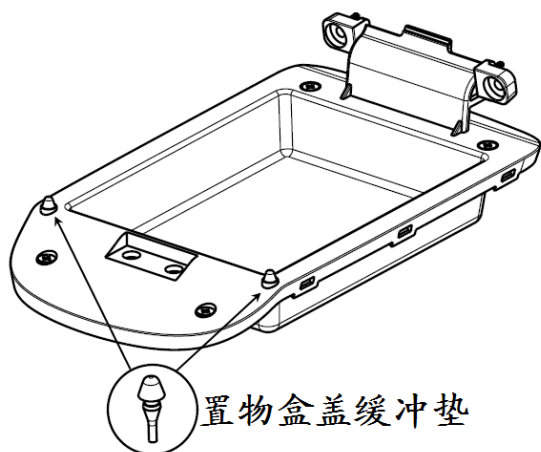

图6-3-7副仪表板扶手组件的分拆3
(3) 将置物盒盖缓冲垫从扶手内板上拔出。如图6-3-7所示；